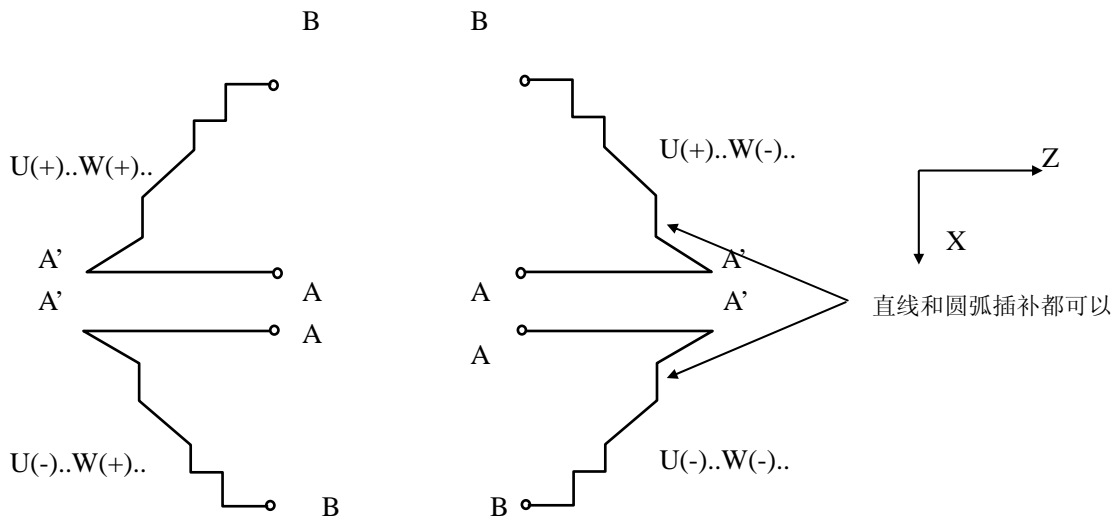

图 2-42 G72 指令轨迹的四种形状
- 根据切入方向的不同，G72指令轨迹有下述四种情况（图2-42），但无论哪种都是根据刀具平行X轴移动进行切削的， $\Delta u$ 、 $\Delta w$ 的符号如下：